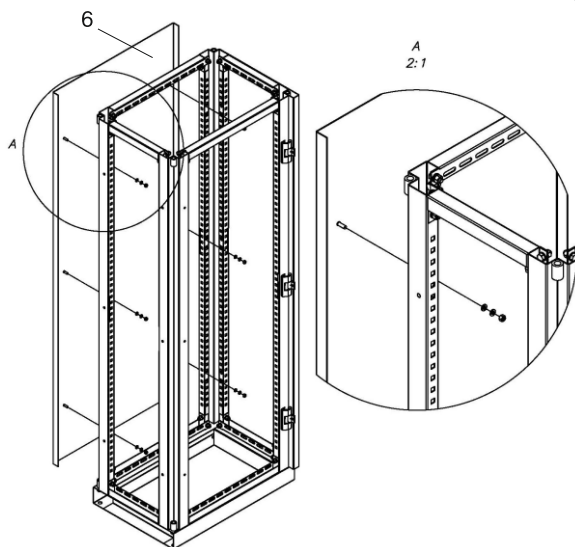

Рисунок 8 – Установка задней стенки
9.1 Установка задней стенки (позиция 6) осуществляется аналогично установке левой боковины (рисунок 8).